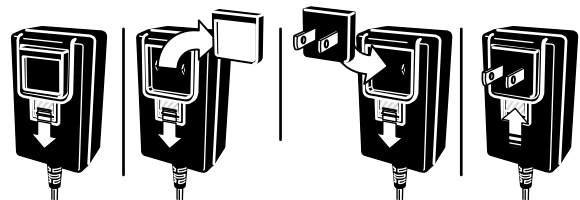

図 8
4. 電源アダプタについている保護インサートを外して、地域の電源にあったコンセントに接続する 図 8。